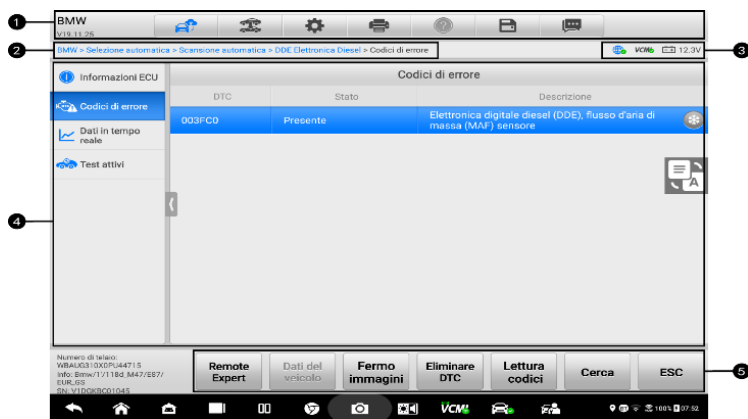

Abbildung 4-5 Hauptmenübildschirm
Der Hauptmenübildschirm (siehe Abbildung 4-5 Hauptmenübildschirm) Fehlercodes oder der Durchführung umfassender Fahrzeugdiagnosefunktionen usw. Nach Auswahl der Funktion stellt das Tablet über das VCI-Gerät eine Verbindung zum Fahrzeug her und
1. Tippen Sie im MaxiSys-Auftragsmenü auf die Schaltfläche „ **Diagnose** “ . Wählen Sie die entsprechenden Fahrzeuginformationen aus und gelangen Sie zum Hauptmenü. (Siehe Abbildung 4-5 Hauptmenübildschirm.)